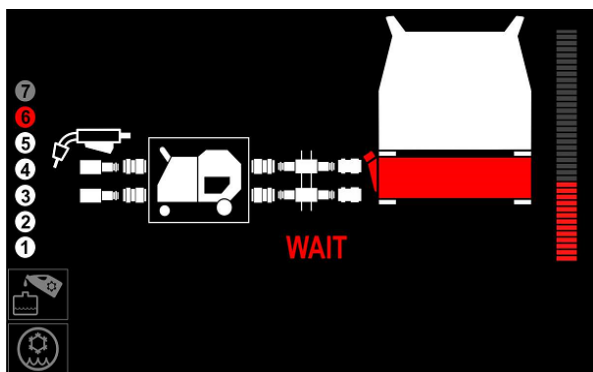

Figura 19
- Așteptați până când agentul de răcire circulă prin întreg sistemul de răcire - (Figura 19 sau 27).